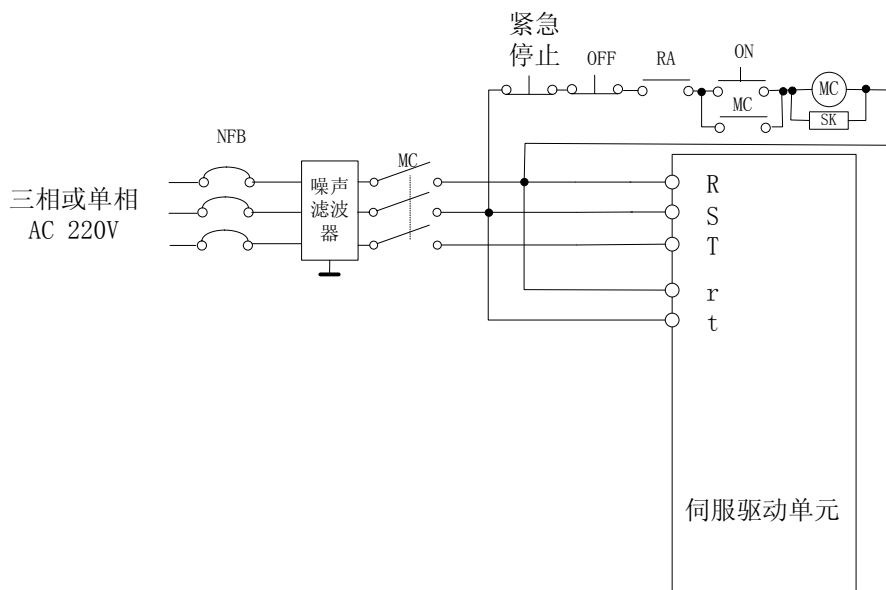

图 7-1 电源接线图
- 必须接入一个紧急停止电路，确保发生故障时，电源能立即停止。参见图 7.1)
电源连接请参照图 7-1，并按以下顺序接通电源：